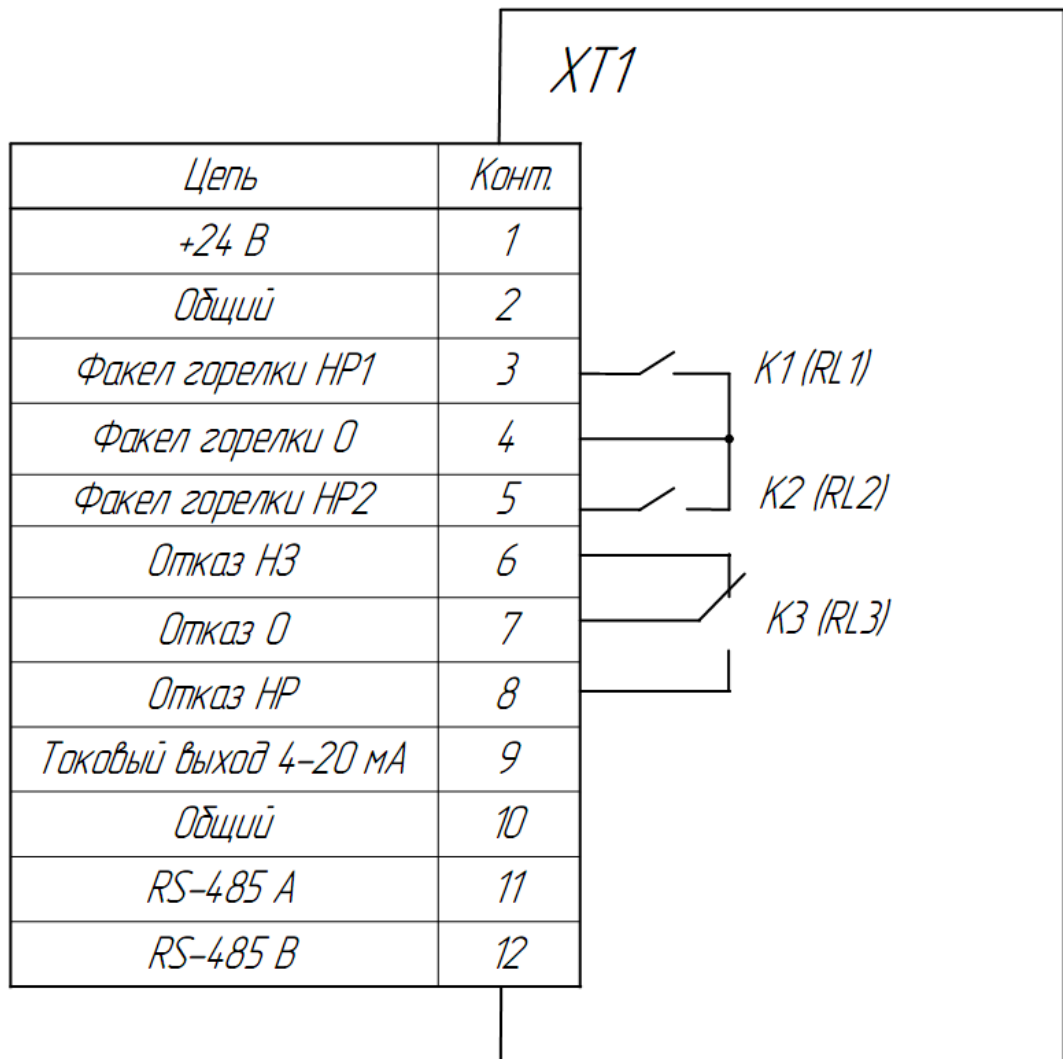

Рис.2. Схема подключения внешних цепей к фотодатчику ФДС-103А1-Exd.
Схема подключения внешних цепей представлена на рис.2.
8.1.3. Подключение фотодатчика производится в соответствии со схемой подключения внешних цепей рис.2. и проекта.